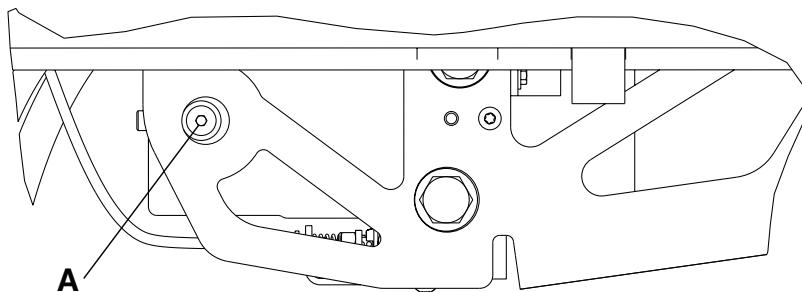

Figure 9 – Réservoir de l'ensemble hydraulique
3. À l'aide d'une clé à 6 pans de 3/16 po, retirer l'obturateur du port (A) (Figure 9). Conserver l'obturateur du port.